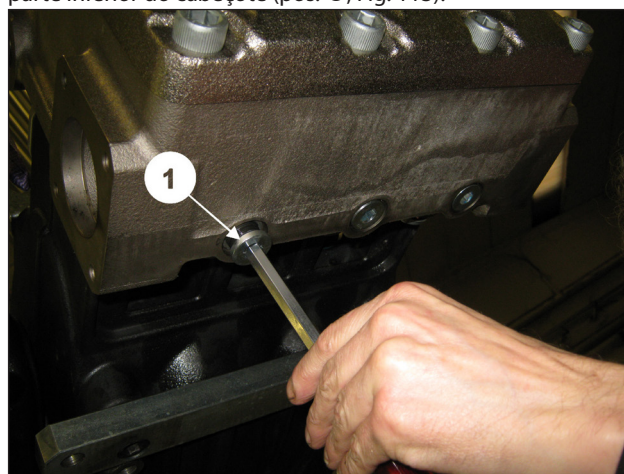

Fig. 113
Complete a desmontagem, removendo as tampas G1/2" na parte inferior do cabeçote (pos. ①, Fig. 113).